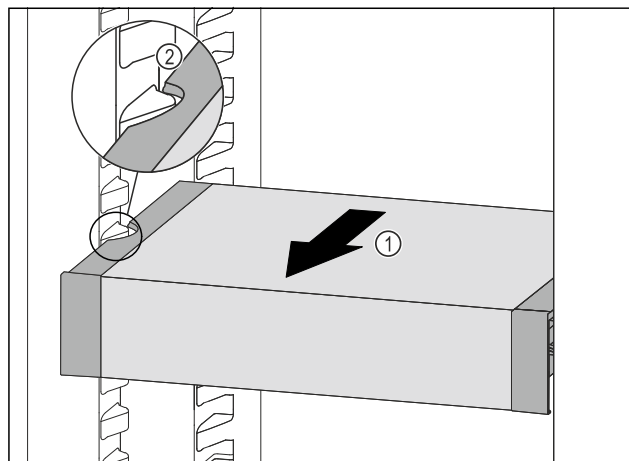

Fig. 98
- ▶ Træk VarioSafe fremefter Fig. 98 (1), indtil udsparringerne i siden på VarioSafe er på niveau med beholderribben i kølesektionen. Fig. 98 (2)